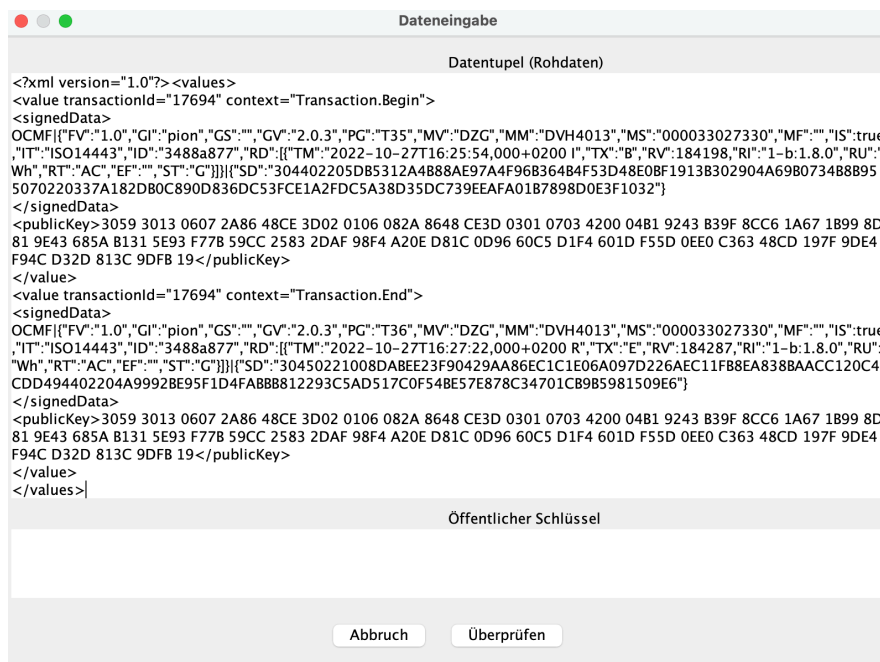

Abbildung 9: Eingabe Rohdaten
3. Die vom Abrechnungsdienstleister übermittelten Daten werden bei manueller Eingabe in das in Abbildung 9 dargestellte Feld kopiert.